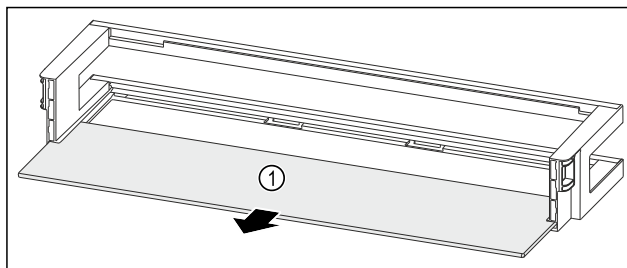

Fig. 241 Balconnet de contre-porte avec tablette de rangement
- ▶ Retirer la tablette de rangement Fig. 241 (1).